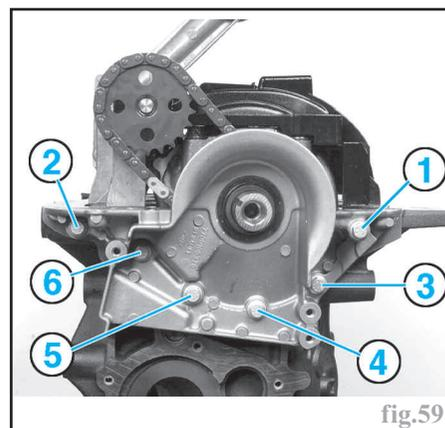

fig.59
- serrer les vis de fixation du porte-bague d'étanchéité en respectant l'ordre prescrit (fig.59),